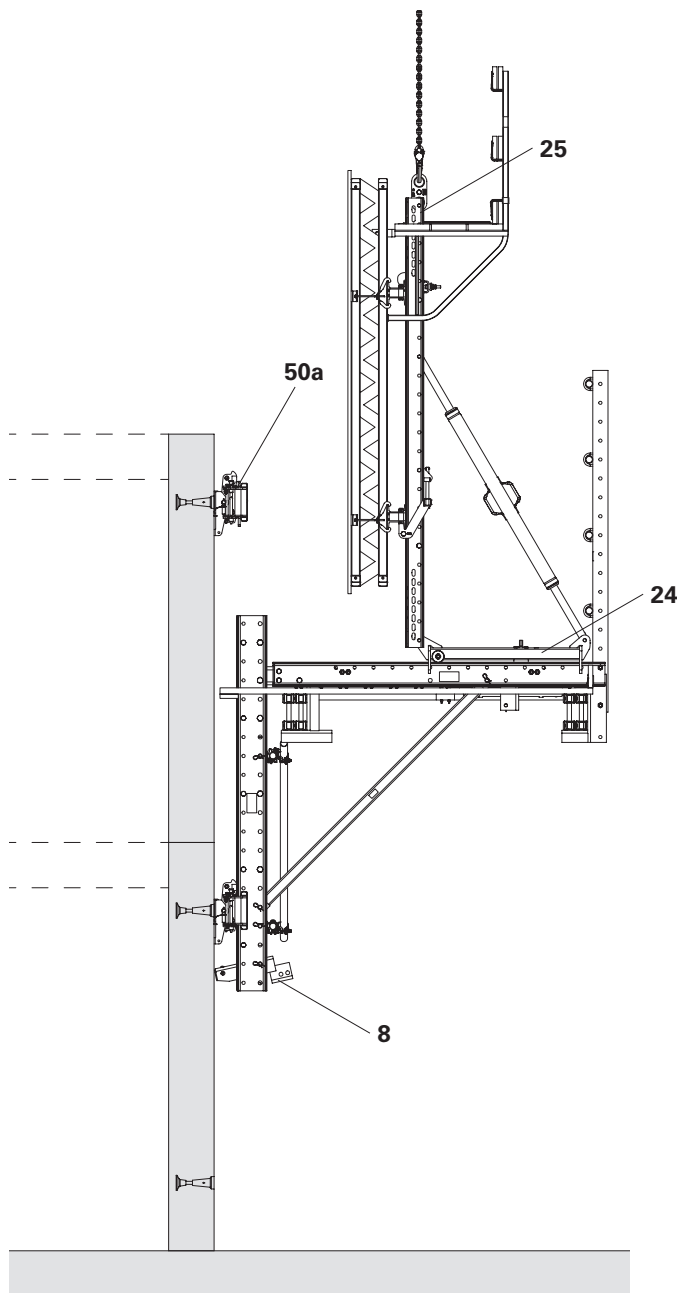

Fig. C3.10
3. Retrarre il carrello (24).
5. Fissare l'attrezzatura di sollevamento della gru all'estremità superiore della trave di rinforzo (25).
- La cerniera della guida di ripesa (8) ruota intorno al dispositivo di sospensione inferiore in posizione di pressione.
- (Fig. C3.10)